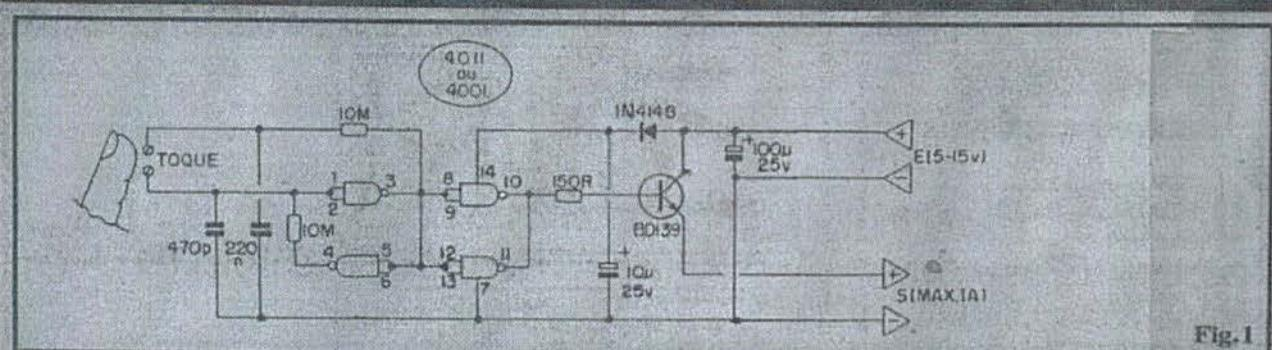

Fig. 1
- FIG. 1 - O CIRCUITO - O diagrama esquemático do circuito do ONOP mostra, logo “de cara”, a sua grande simplicidade, e o uso apenas de componentes comuns, de baixo preço (e em quantidade